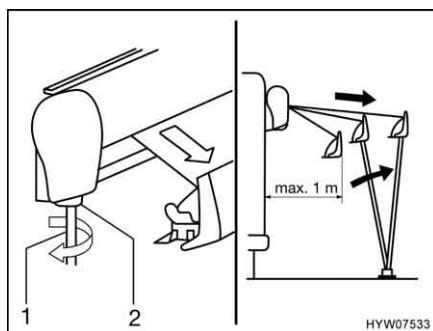

Fig. 31 Estrazione della tenda
- Inserire la manovella (Fig. 31,1) nel supporto a baionetta (Fig. 31,2) della tenda e girarla in senso antiorario.